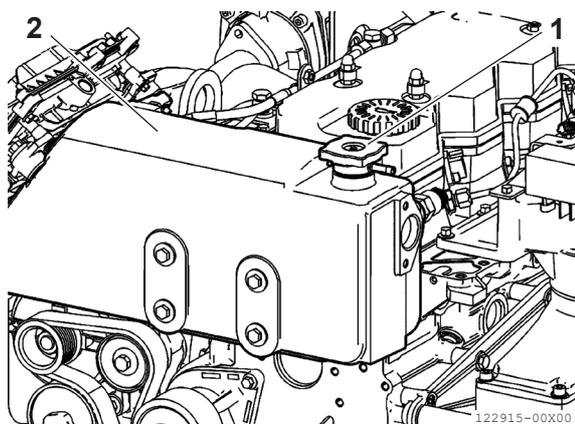

Abbildung 9
2. Öffnen Sie den Kühlmittelfüllstutzendeckel (**Abbildung 9, [1]**) des Ausdehnungsbehälters (**Abbildung 9, [2]**).